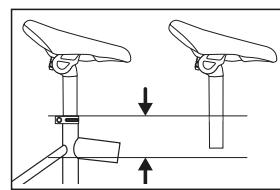

Fig. 3: hauteur de la selle/ profondeur d'insertion minimale
- ↪ Veillez à ce que la hauteur de la selle soit correcte et respectez la profondeur d'insertion minimale de la tige lorsque vous la réglez (*Voir Fig. 3*). Un repère situé sur la tige de selle permet de l'identifier. Afin de déterminer la bonne hauteur de la selle, asseyez-vous dessus et posez votre talon droit sur la pédale en position basse. Votre jambe doit être légèrement fléchie.